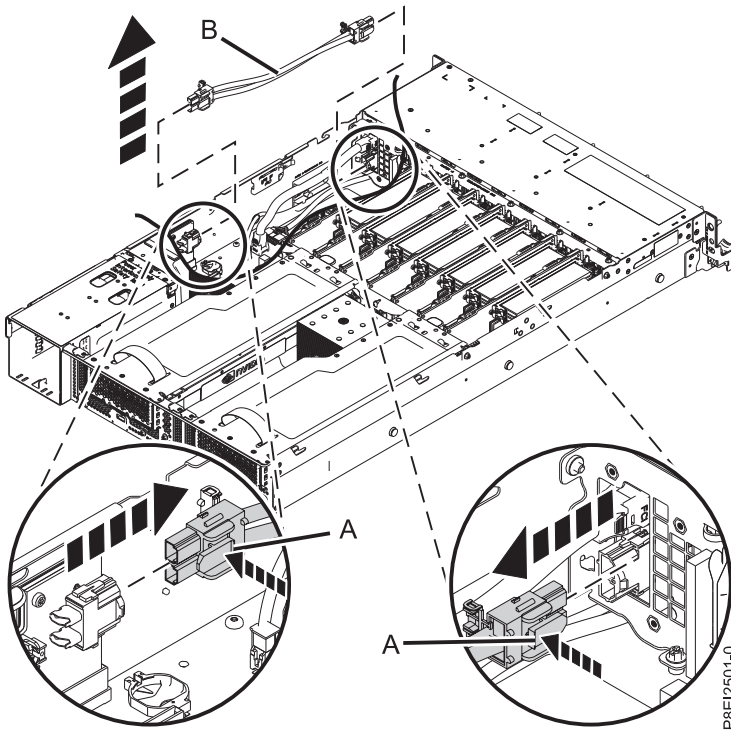

Figure 15. Retrait du cordon d'alimentation de ventilateur du système
4. Saisissez l'extrémité du connecteur du cordon d'alimentation de ventilateur qui est raccordée au connecteur de bus d'alimentation. Voir (A) dans la figure 15, à la page 24.